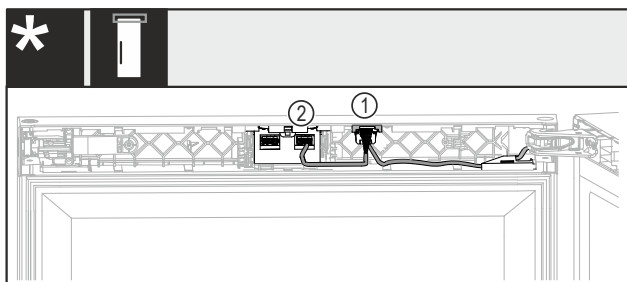

Fig. 31 Bez brave ili s mehaničkom bravom
- Ugurajte utikač s oba kabela Fig. 31 (1) u vodilicu.
- Uglavite utikač s jednim kabeom Fig. 31 (2) u desno gnijezdo.